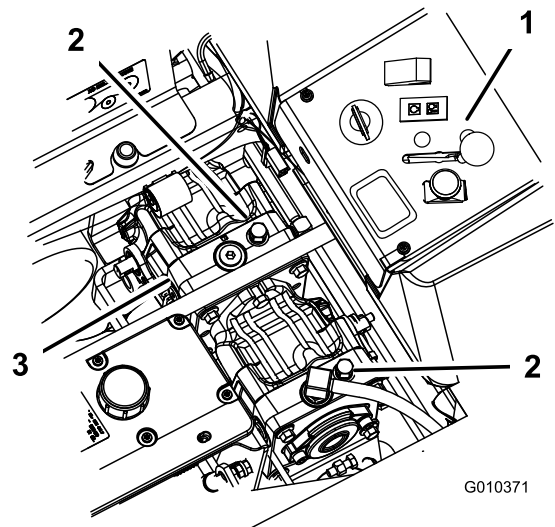

Figure 31
2. Tournez les vannes de dérivation d'un tour dans le sens antihoraire. Cela permet au liquide hydraulique de contourner la pompe et aux roues de tourner (Figure 31).
Tournez les vannes de dérivation d'un tour dans le sens horaire pour conduire la machine (Figure 31).